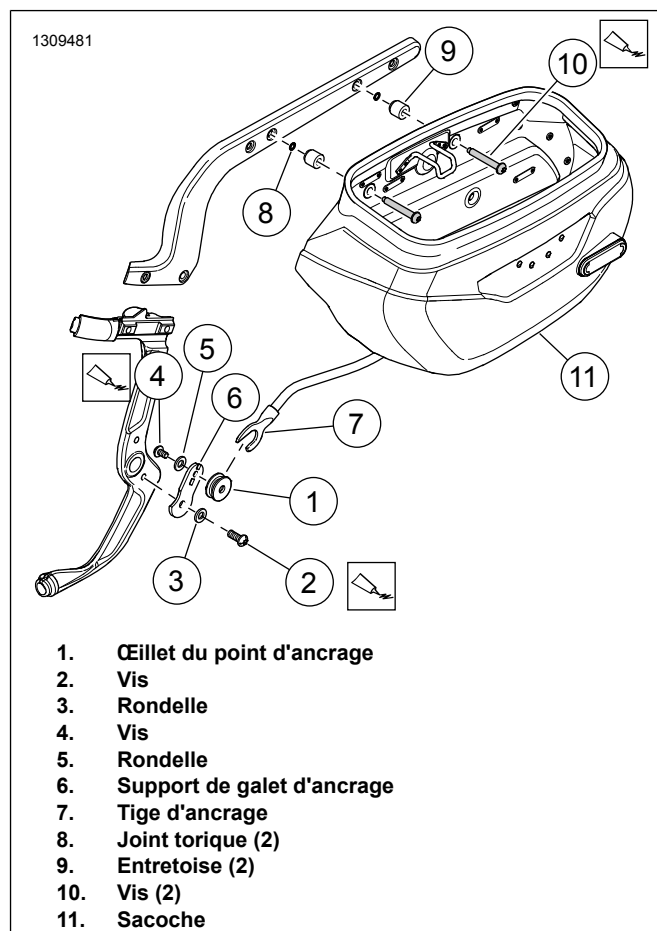

Figure 2. Montage de sacoche (côté gauche)
1. Voir Figure 2 . Installer l'œillet du point d'ancrage gauche.
- a. Placer le support du point d'ancrage (6) sur le cadre.
- b. Introduire la vis (3) dans la rondelle (2).
- c. Enduire la vis (3) de frein filet.